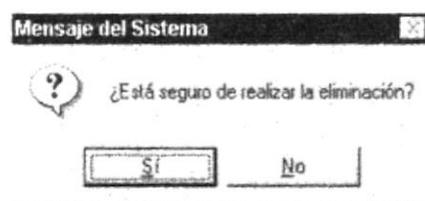

Figura 8.23 Mensaje de Información
1. Consulte la cotización y haga click en . Aparecerá el siguiente mensaje. **Figura 8.23**